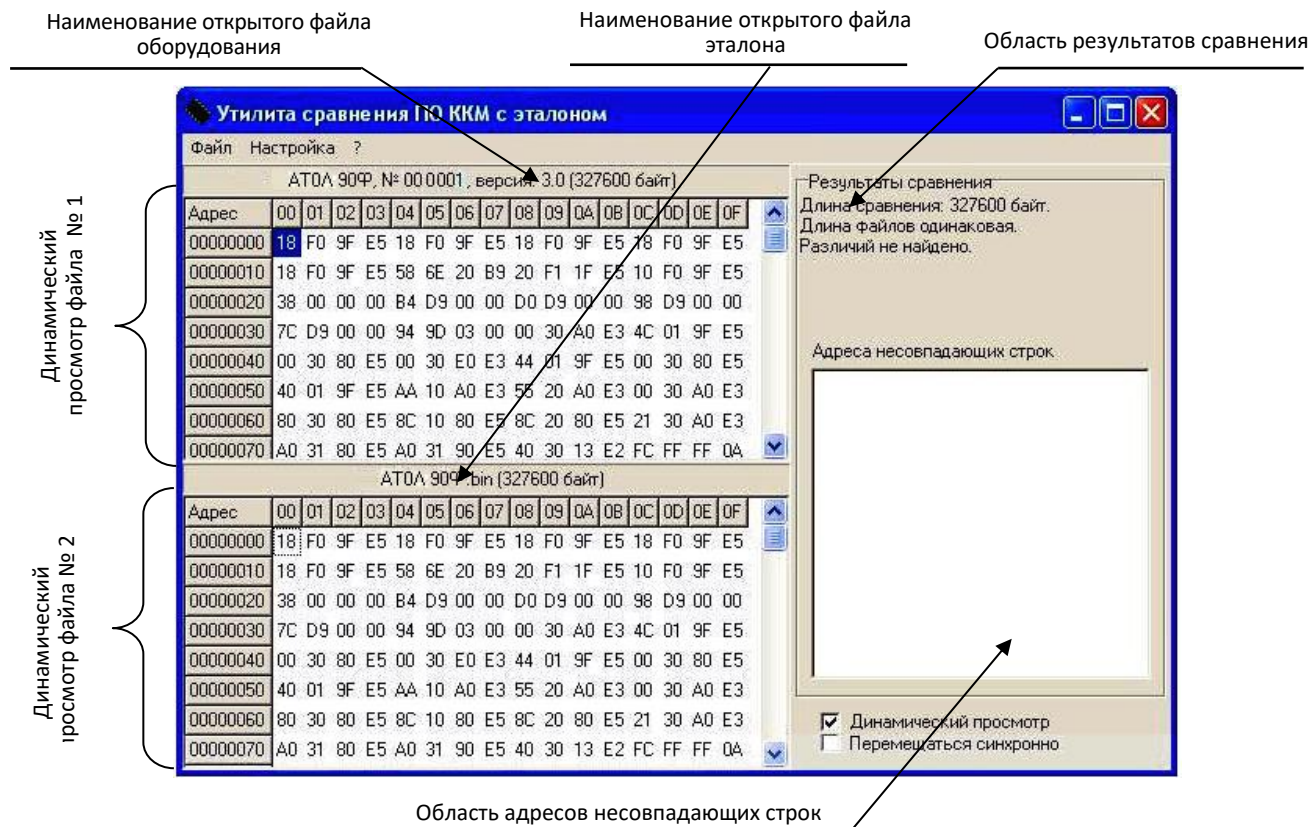

Рисунок 38. Окно утилиты **Comparer.exe** (открыто содержимое файлов эталона и считанного с ККТ)
3. Запустить на ПК утилиту сравнения **Comparer.exe** (смотри рисунок 38), которая предоставляется технической поддержкой компании АТОЛ.